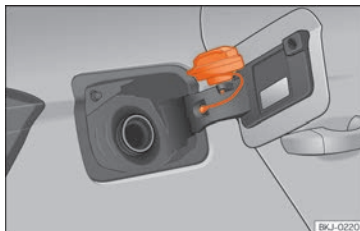

**Fig. 57** Sportellino del serbatoio con all'interno il tappo.
- Collocarlo nello spazio della cerniera dello sportellino aperto »» fig. 57.